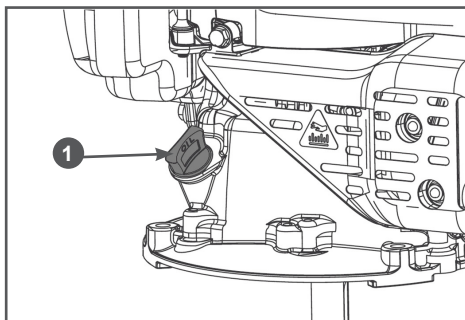

Рис. 6 Крышка-щуп маслосазливной горловины
2. Открутите крышку-щуп маслосазливной 1 горловины и извлеките щуп (Рис. 6).
2. Выкрутите крышку-щуп 1 маслозаливной горловины и извлеките щуп (Рис. 6).